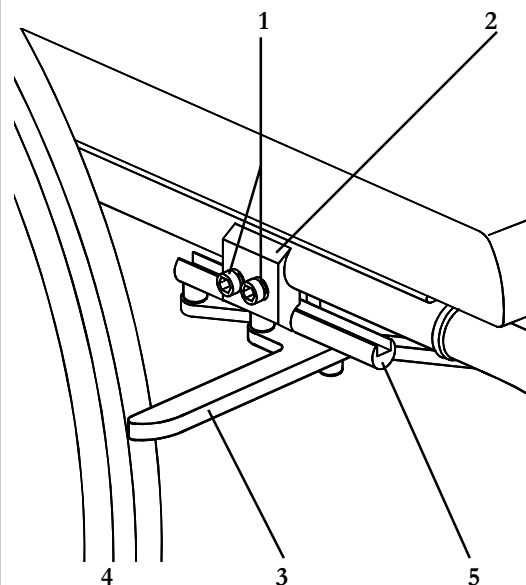

Fig. 31
Bremsene (Fig. 31) er festet i et klemmesystem (2). Når bremsen skal aktiveres, skyves bremsehåndtaket bakover til den går over midten, og "bremseklossen" (3) tar i hjulet (4).
Høytmonterte saksebrems (Fig. 31) monteres på øvre rammerør. Disse bremsene låser hjulene, og er helt ute av veien når de ikke er aktivert. Ved justering løsnes de to 5 mm unbrakoskruene (1) på hver klemme (2). Før festestengene (5) framover eller bakover og vri dem til korrekt vinkel. Juster bremsene til ønsket bremseeffekt er oppnådd. Trekk skruene til med et moment på 15 Nm. Noen justeringer av bremsene kan utføres uten å røre klemmene. Ved justering løsnes de to skruene som ovenfor. Før festestengene (5) framover eller bakover og vri dem til korrekt vinkel. Juster bremsene til ønsket bremseeffekt er oppnådd. Trekk skruene til et dreiemoment på 15 Nm.